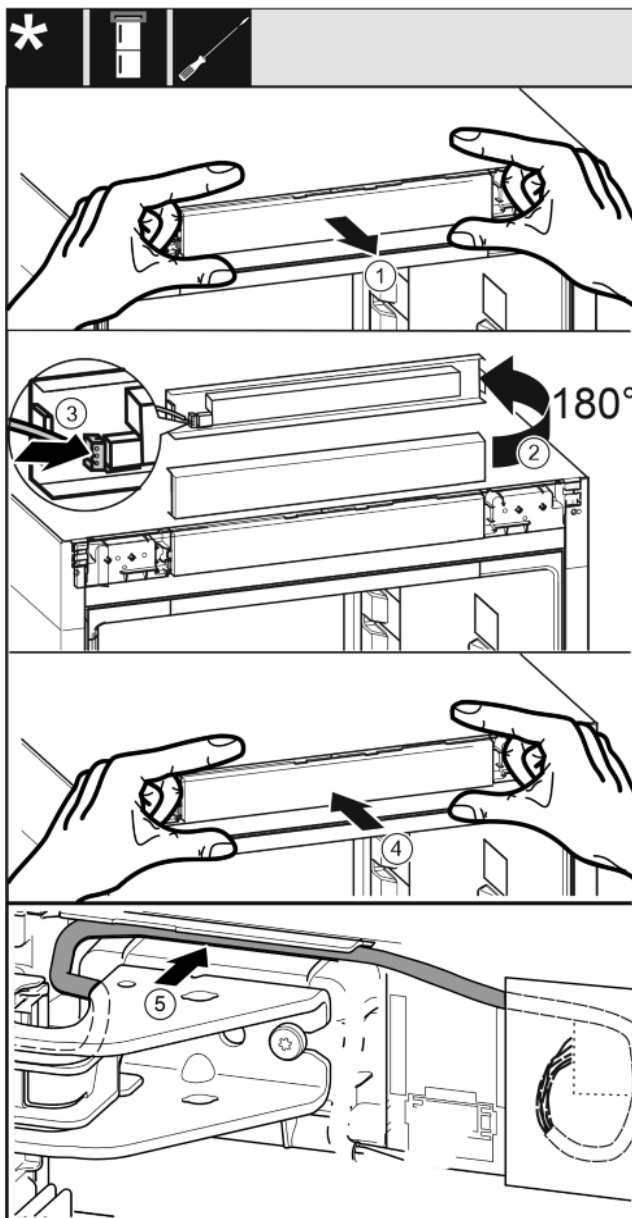

Fig. 34
- ▶ Bedienblende vorsichtig herausnehmen. Fig. 34 (1)
- ▶ Blende um 180° nach oben drehen. Fig. 34 (2)
- ▶ Stecker an der Bedienteilblende einrasten. Fig. 34 (3)
- ▶ Bedienblende wieder am Gerät einrasten. Fig. 34 (4)
- ▶ Graues Kabel vorsichtig in der Führung über dem oberen Lagerbock verlegen. Fig. 34 (5)